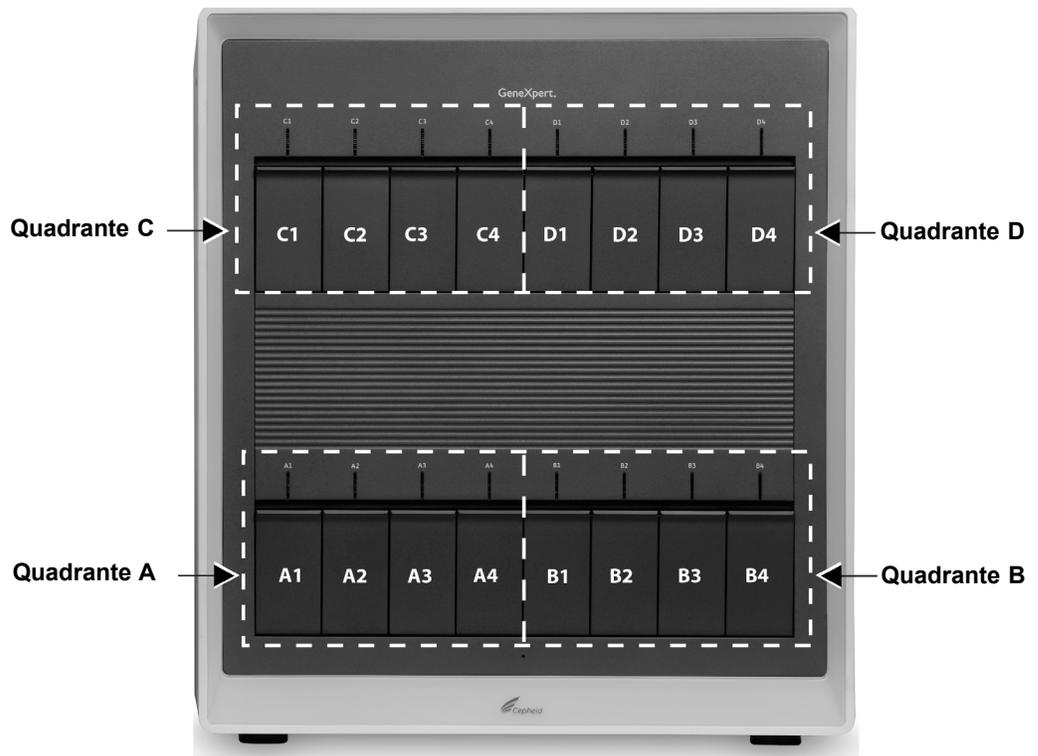
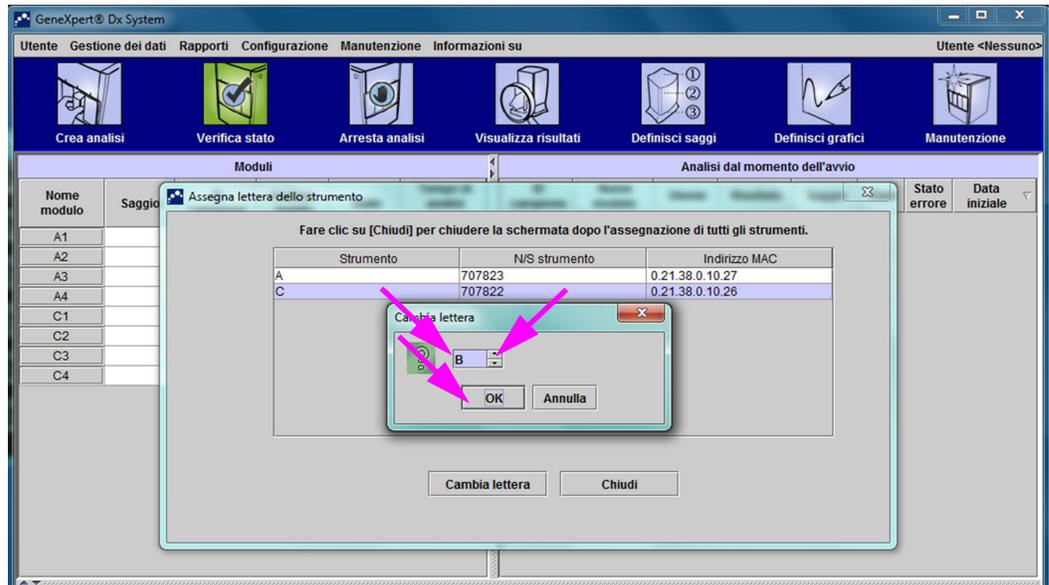

Figura 2-62. Lettere assegnate ai quadranti (GX-XVI in figura)
Figura 2-68. Finestra GeneXpert Dx System con la sovrapposizione della finestra di dialogo Cambia lettera
Per impostazione predefinita, il software GeneXpert Dx assegna automaticamente una lettera (A, B, C o D) per identificare ciascun quadrante dello strumento GeneXpert GX-XVI collegato al computer. La Figura 2-62 mostra come ciascun quadrante del GX-XVI viene visto dal sistema.
Viene visualizzata la finestra di dialogo Cambia lettera, come mostrato nella Figura 2-68. Selezionare la lettera da assegnare ai moduli usando le frecce su/giù della finestra di dialogo Cambia lettera. Selezionare la lettera che corrisponde al quadrante definito dai quattro moduli lampeggianti. Per esempio, se il set di moduli in basso a destra (Quadrante B nella Figura 2-62) lampeggia, selezionare **B** come nuova lettera.
5. Dopo aver cambiato l'assegnazione della lettera, fare clic su **OK**. Vedere la Figura 2-68.